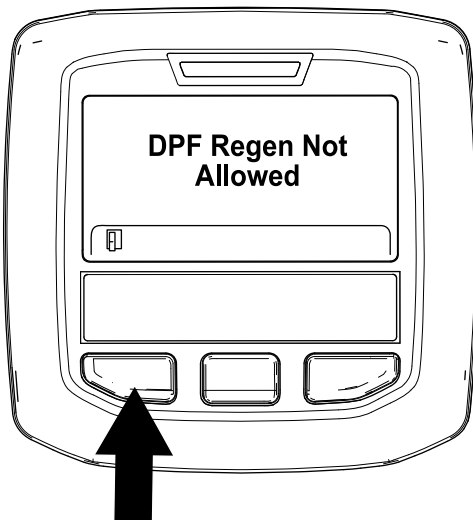

Figure 50
- Si le processus de régénération n'est pas autorisé par le calculateur moteur, le message « DPF Regen Not Allowed » (régénération du FAP non autorisée) s'affiche sur l'InfoCenter (Figure 50). Appuyez sur le bouton gauche pour revenir à l'écran d'accueil.